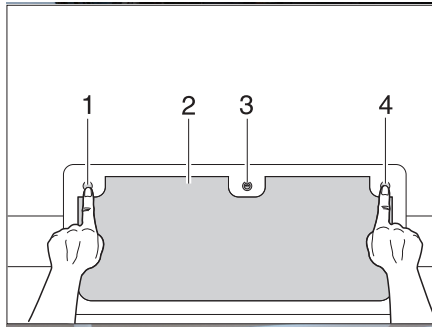

Bild 29 Klappenschloss mit Knöpfen, verschlossen
- Schlüssel in Schließzylinder (Bild 29,3) stecken und eine viertel Umdrehung drehen.
- Die drei Druckknöpfe (Bild 29,1, 3 und 4) eindrücken.
- Außenklappe (Bild 29,2) vollständig schließen, bis sie hörbar einrastet.
- Schlüssel in Schließzylinder (Bild 29,3) stecken und eine viertel Umdrehung drehen. Das Schloss ist verriegelt.